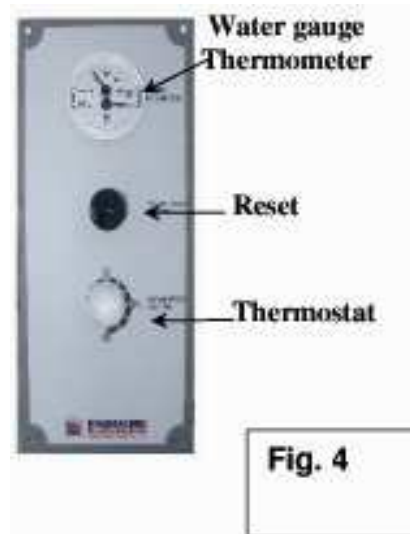

Fig. 4
- El termostato (fig. 4) se ajusta a una temperatura cuyo valor no supere los 90°C